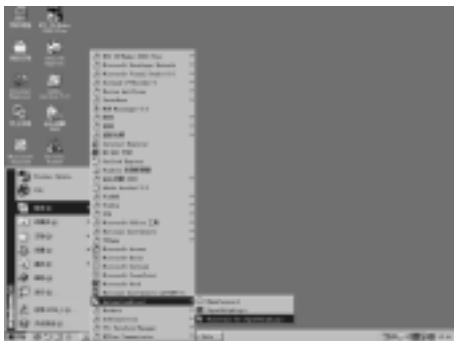

图 1.10 卸载选择接口
- 鼠标左键单击该程序集下的“Uninstall”,如图 1.10 所示。